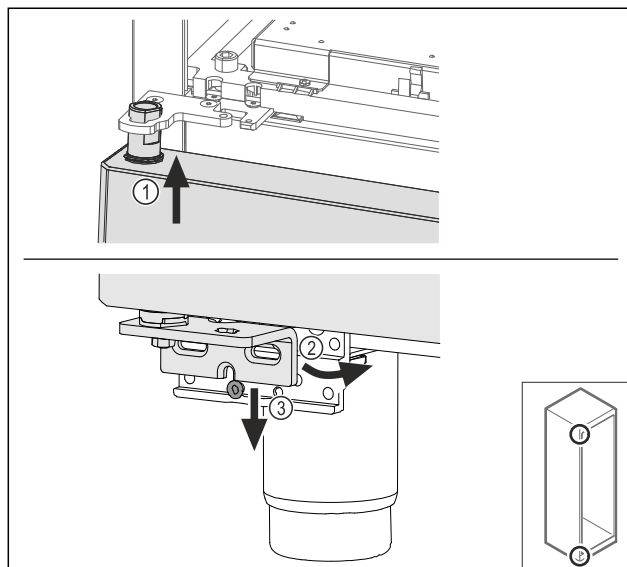

Fig. 64
- Inserire la porta leggermente inclinata in alto Fig. 64 (1),addrizzare la porta Fig. 64 (2) e posizionarla in basso sulla vite del blocco di supporto Fig. 64 (3).